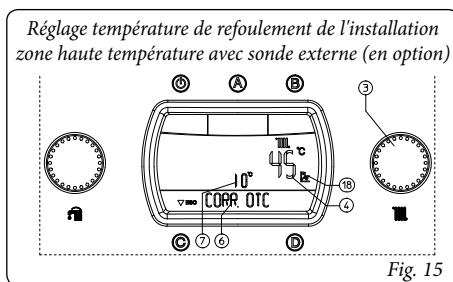

Fig. 15
FONCTIONNEMENT AVEC SONDE EXTERNE (FIG. 15) OPTION.
- **Correction zone haute température.** La correction est réglable avec le sélecteur (3) et se maintient active pour n'importe quelle température extérieure mesurée. La modification de la température offset est affichée à l'aide de l'indicateur (7). Sur l'indicateur (4) est affichée la température de refoulement actuelle et, quelques secondes après la modification, elle est mise à jour avec la nouvelle correction; sur l'écran apparaît l'indication "CORR. OTC" (Fig. 15). En tournant le sélecteur (3) dans le sens des aiguilles d'une montre, la température augmente. Dans le sens contraire des aiguilles d'une montre, elle diminue.